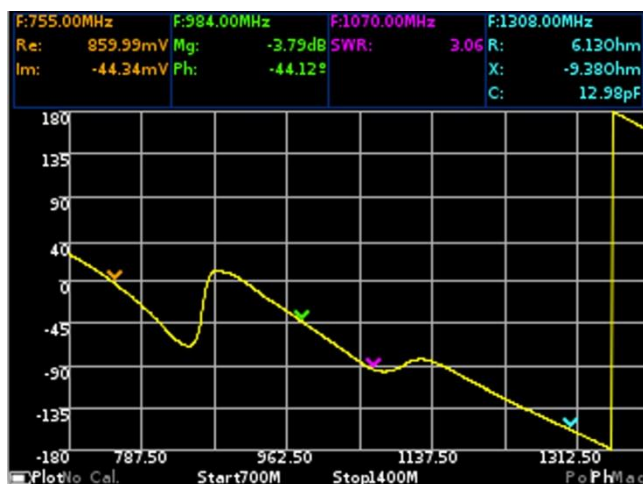

Рисунок 10.3 – График фазы
10.3.1. На графике фазы отображается зависимость фазы коэффициента отражения (КО) от частоты, приведенная к углам от -180 до 180 градусов (Рисунок 10.3). На экране прибора обозначается как **Ph**. Включение или выключение отображения данной диаграммы на экране, производится, как указано в п. 9.3.